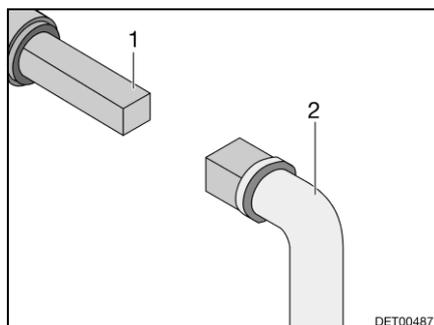

Fig. 73 Utilizzo del rubinetto di scolo delle acque grigie
- Inserire la chiave (Fig. 73,2) sul perno quadro (Fig. 73,1).